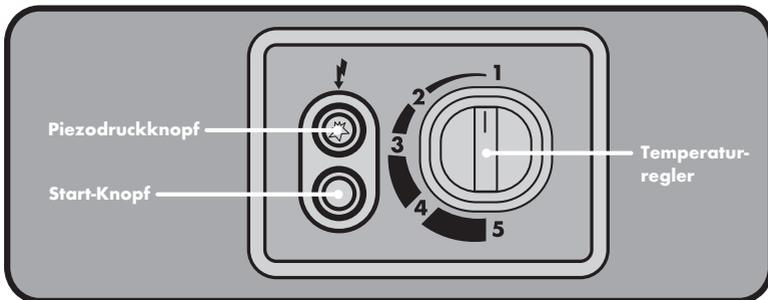

Abb. 5: Bedienfeld
3. Betätigen Sie dann bei gleichzeitig gedrücktem Start-Knopf den Piezodruckknopf mehrmals hintereinander, um die Wächterflamme zu entzünden (siehe Abb. 5). Ist die Wächterflamme sichtbar, gehen Sie wie folgt vor:
Dieser Gas-Heizofen ist mit einem Thermostat ausgestattet. Mit Hilfe des Temperaturreglers (siehe Abb. 5) legen Sie die am Thermostat gefühlte Temperatur (=Thermostat-Temperatur) fest. Beachten Sie hierbei, dass die am Thermostat gefühlte Temperatur und die Raumtemperatur nicht exakt übereinstimmen. Abhängig von den jeweiligen Umgebungsbedingungen (z. B. Außentemperatur, Isolierung und vor allem aber Bodentemperatur) können die angegebenen Temperaturbereiche abweichen. Folgende Tabelle gibt einen Überblick über die verfügbaren Temperatur-Regelbereiche:
Drehen Sie den Temperaturregler (siehe Abb. 5) so, dass die Markierung auf die gewünschte Position zeigt. Ist die eingestellte Thermostat-Temperatur erreicht, schaltet der Ofen automatisch auf die kleinste Heizstufe (2,5 kW) zurück. **Der Heizofen schaltet sich dabei nicht komplett ab.**